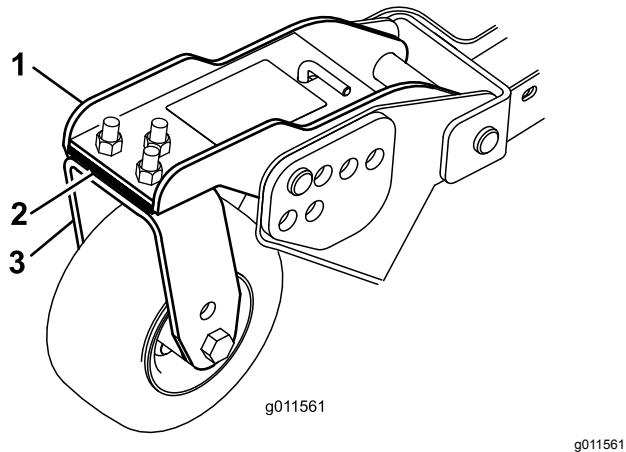

Figura 35
3. Ajuste os calços de 3 mm na(s) forquilha(s) da roda giratória de forma que coincidam com altura de corte fixada no autocolante (Figura 35).
3. Se a extremidade interior da plataforma do cortador lateral estiver demasiado levantada em relação à ponta exterior da plataforma do cortador frontal, retire os calços do fundo do braço da roda giratória dianteira interior na plataforma do cortador lateral (Figura 35).